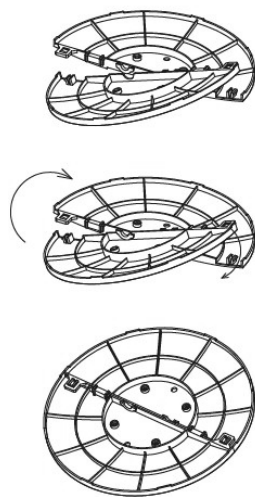

Fig.1
- Enganchar la base delantera y la base trasera fijándolas con dos tornillos (Fig. 1)